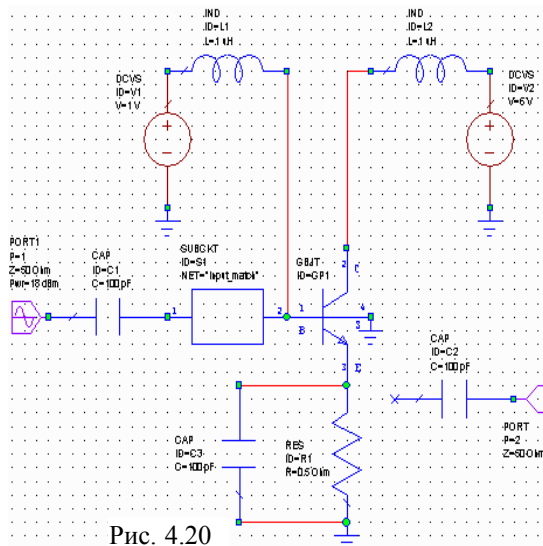

Рис. 4.20
9. Нажмите клавишу **Ctrl**. Нажмите выделенные элементы левой кнопкой мышки и, не отпуская кнопки мышки, перетащите их вправо и вниз от схемы, чтобы разорвать связь между **CAP ID=C2** и проводом, как показано на рис. 4.20.